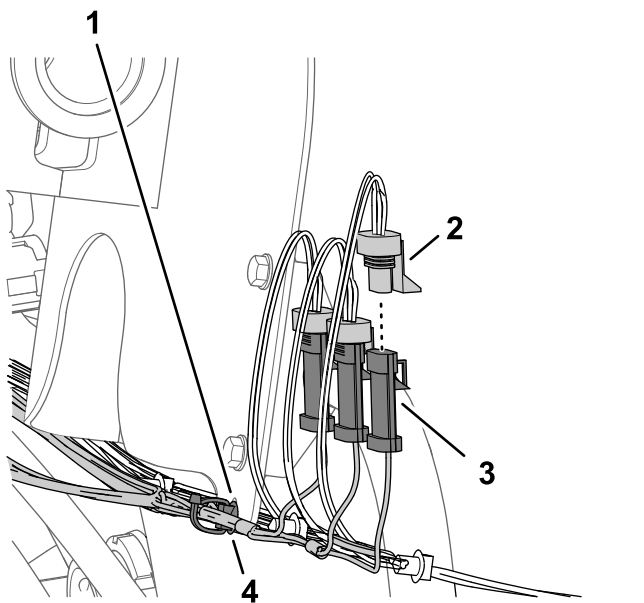

Bild 84
1. Stecken Sie den 3-Stift-Stecker des 89-cm-Kabelbaumzweigs, der mit LEFT SPRAY beschriftet ist, in den 3-Buchsen-Stecker des Maschinenkabelbaums, der mit LEFT SPRAY VALVE beschriftet ist (Bild 84).
- Stecken Sie den 3-Stift-Stecker des Kitkabelbaums, der mit CENTER SPRAY beschriftet ist, in den 3-Buchsen-Stecker des Maschinenkabelbaums, der mit CENTER SPRAY VALVE beschriftet ist (Bild 84).
- Stecken Sie den 3-Stift-Stecker des Kitkabelbaums, der mit RIGHT SPRAY beschriftet ist, in den 3-Buchsen-Stecker des Maschinenkabelbaums, der mit RIGHT SPRAY VALVE beschriftet ist (Bild 84).
- Stecken Sie die Eindrückbefestigung des Kitkabelbaums in das Loch im Flansch der Halterung für das Durchflussmessgerät (Bild 84).